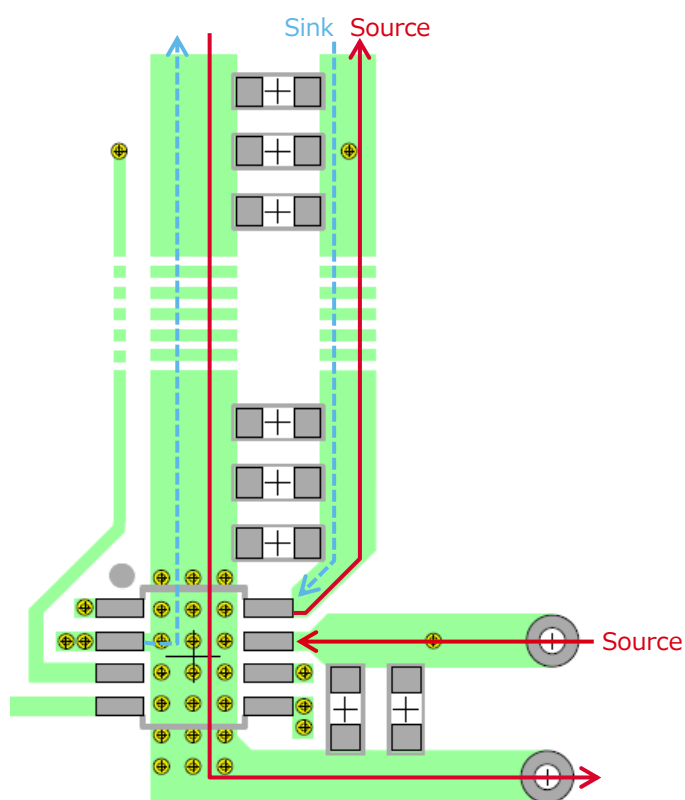

Figure 6. 高電流ライン
3. VTT ソース電流とシンク電流は高電流ラインのため、配線インピーダンスを小さくするため配線幅を広くしたり、内部レイヤーのグラウンドプレーンと複数のビアで接続したりしてください (Figure 6)。